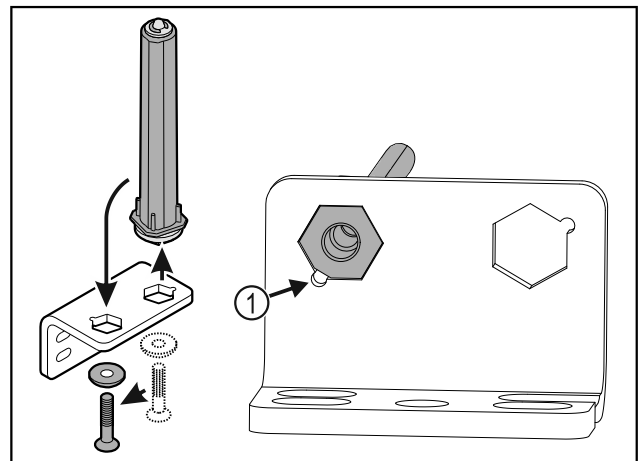

Fig. 28
- Darauf achten, dass beim Einsetzen die Bolzenabschrägung Fig. 28 (1) zum runden Loch zeigt.